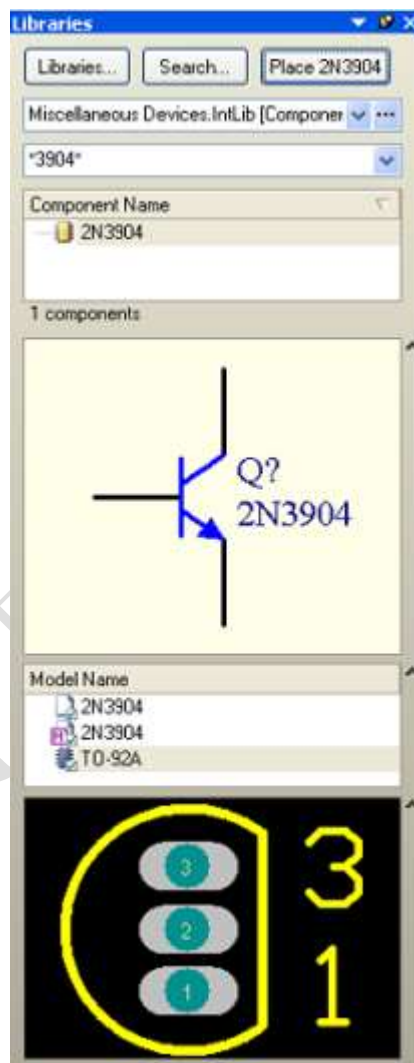

图 4.4 库面板
1.点击 Libraries 标签显示 Library 面板,如图 4.4。